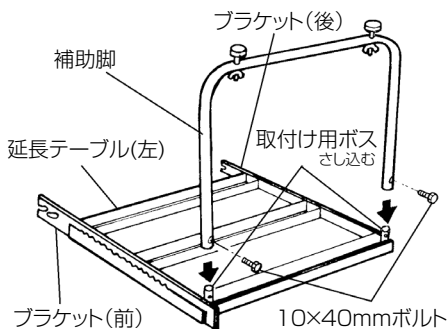

図 15
- (1) 図 15 のように延長テーブル（左）のテーブル面を下にして置きます。補助脚を延長テーブル（左）の取付けボスへさし込み、10×40 mm ボルトで取付けます。10×40 mm ボルトは付属（図 4 参照）の 17 mm ボックススパナで十分に締付けてください。